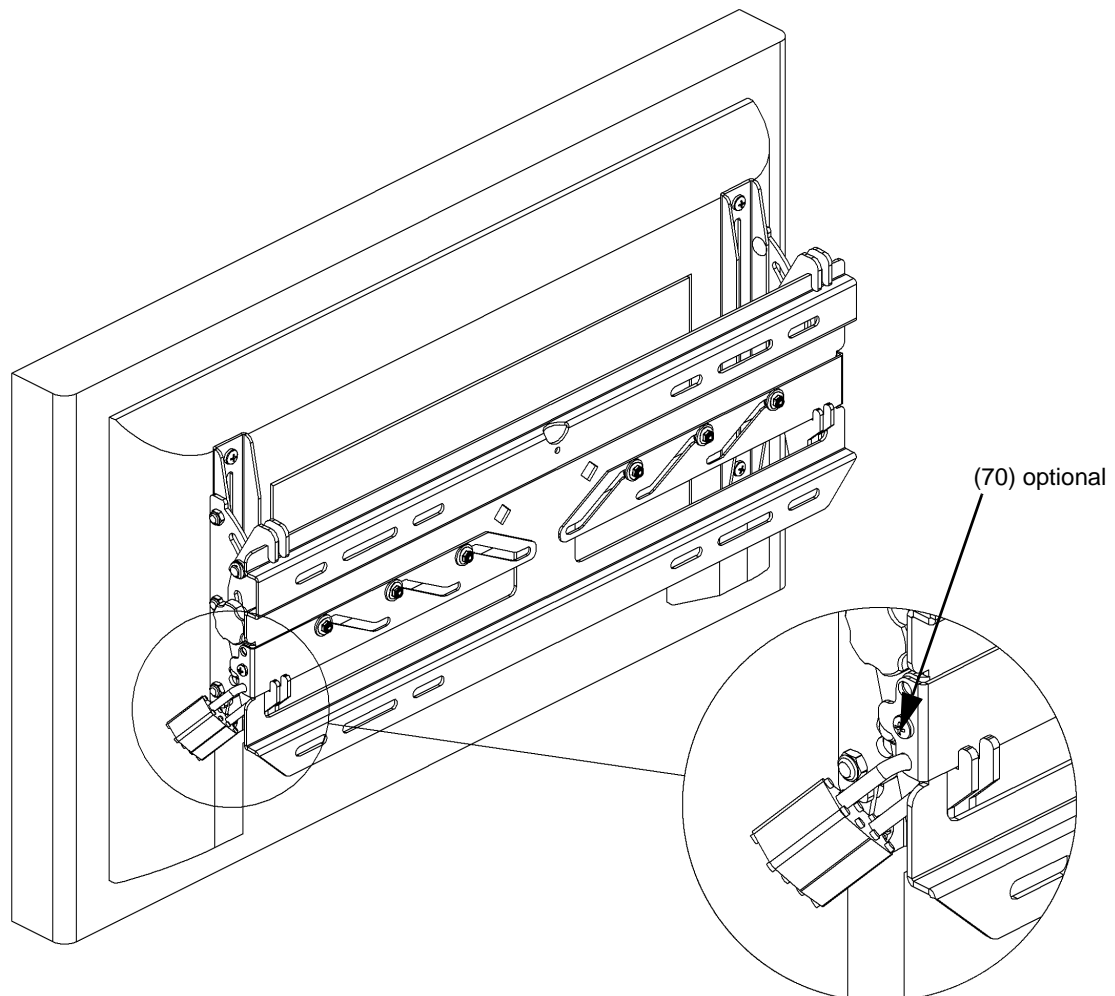

Abbildung 9. Display anbringen
1. Das Display auf die Wandplatte (10) setzen, indem die Haken an den Halterungen (20 und 30) oben in die Wandplatte eingehakt werden (siehe Abbildung 9).
2. Das Display arretieren, indem die Verriegelungen an beiden Seiten nach innen geschoben werden (siehe Abbildung 9).
3. Auf Wunsch als zusätzliche Sicherheitsvorkehrung die selbstschneidenden Schrauben (70) und/oder Vorhängeschlösser (nicht mitgeliefert) anbringen (siehe Abbildung 9).